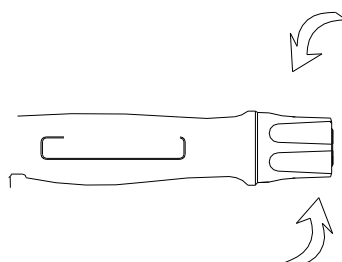
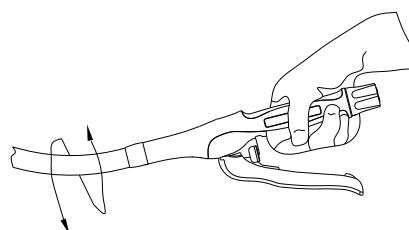

Рисунок 7
Рисунок 8
7. После сшивания следует удерживать степлер в сомкнутом состоянии не менее 30 с для обеспечения гемостаза. После этого ослабьте регулировочную гайку на 1–2 оборота (рис. 7) и извлеките устройство, слегка покачивая его (см. рис. 8).